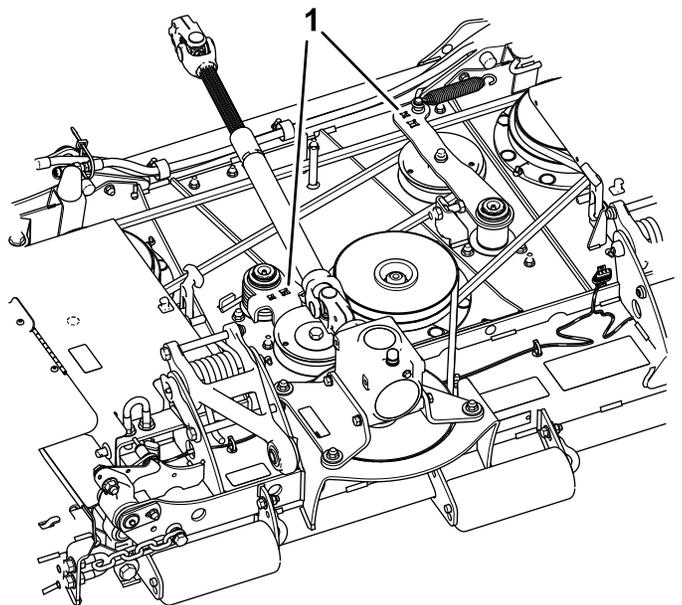

Figura 25
2. Usando una llave de vaso introducida en los orificios del brazo tensor, aleje la polea tensora de la correa de transmisión para aliviar la tensión de la correa y poder retirar la correa de la polea (Figura 25).